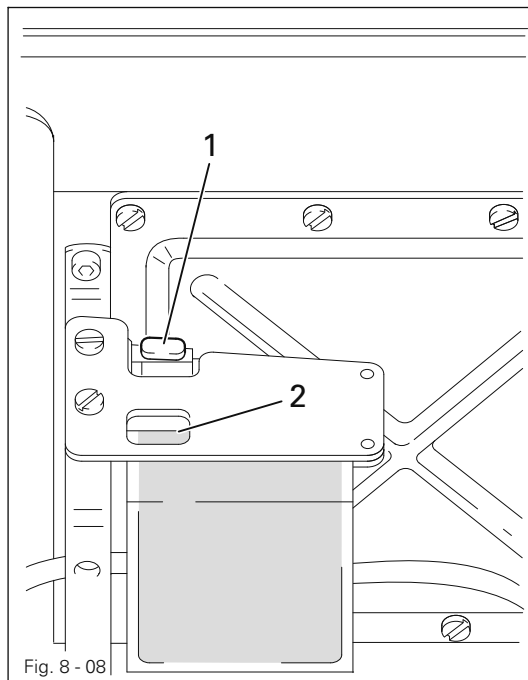

Fig. 8 - 08
- Vor der ersten Inbetriebnahme den Pfropfen 1 (Fig. 8 -08) aus der Bohrung herausziehen und Öl bis zur Markierung 2 auffüllen, siehe Kapitel 10.03 **Ölen des Greifers**.
- Vor der ersten Inbetriebnahme Schraube 3 (Fig. 8 -08a) herausdrehen und Öl bis zur Markierung (Schauglas auf der Vorderseite der Maschine) auffüllen, siehe Kapitel 10.04 **Ölen des Zickzack-Antriebes**.